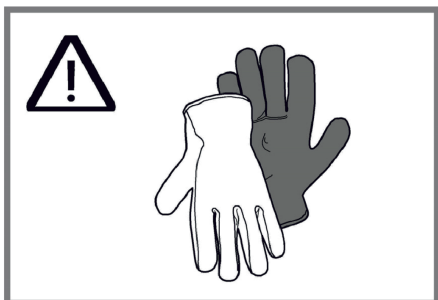

Fig. 10
- Der kan være skarpe kanter, der anbefales derfor brug af beskytteshandsker ved montering.(Fig. 10).